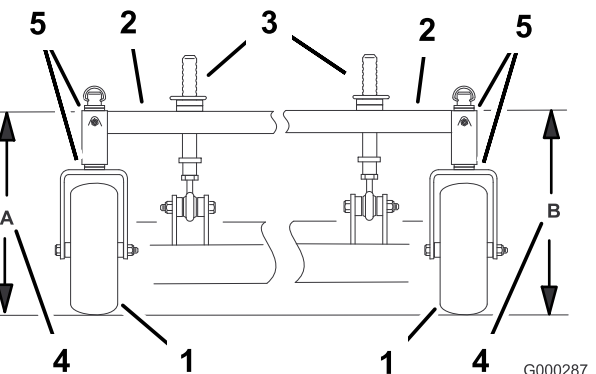

Bild 57
4. Messen Sie die Höhe des Trägerrahmens an Stelle A (Bild 57).
5. Messen Sie die Höhe des Trägerrahmens an Stelle B (Bild 57).